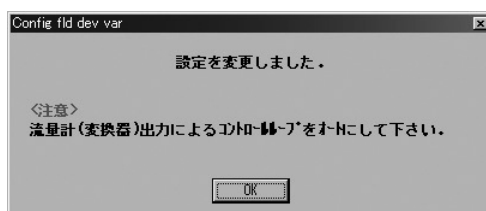

図26
- ⑦ 「OK」をクリックし、入力した設定値が変更されると、図26のようなメッセージボックスが現れますので、「OK」ボタンをクリックすれば設定は終了です。